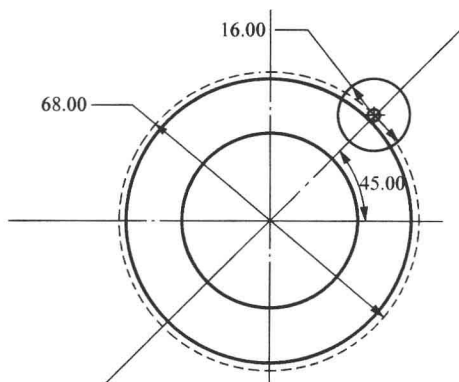

图 1.1-26 绘制圆
(4) 单击  按钮，以中心线 3 与构建圆交点为圆心，绘制一个圆，并将尺寸修改为 16，如图 1.1-26 所示。